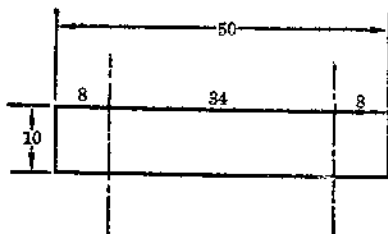
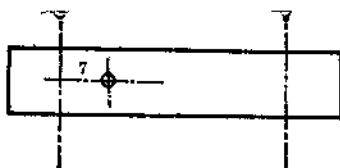
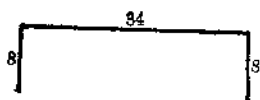

图 10
图 11
图 12
4. 支架与电刷: 按图 10 剪二块白铁皮, 其中的一块按图 11 钻一个 2 毫米的洞。洞位置处在离弯折虚线 7 毫米铁皮宽度中心线上。二块都弯成图 12 的形状, 作为支架用。